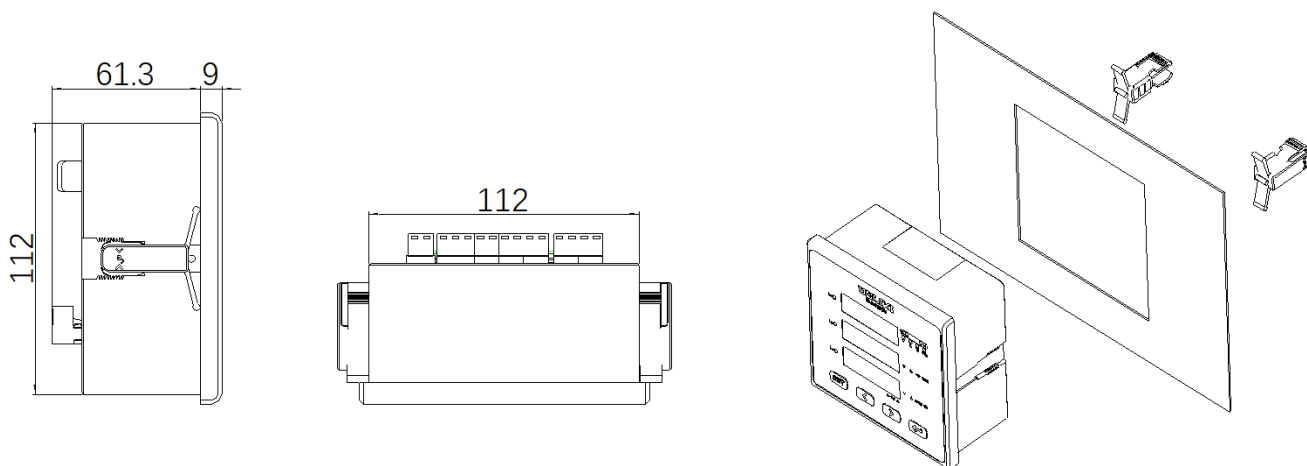

图 4
4.4 120×120 表型，面框尺寸(mm)：120×120 开孔尺寸(mm)：113×113 进柜体深度(mm)：61 (见图 4)